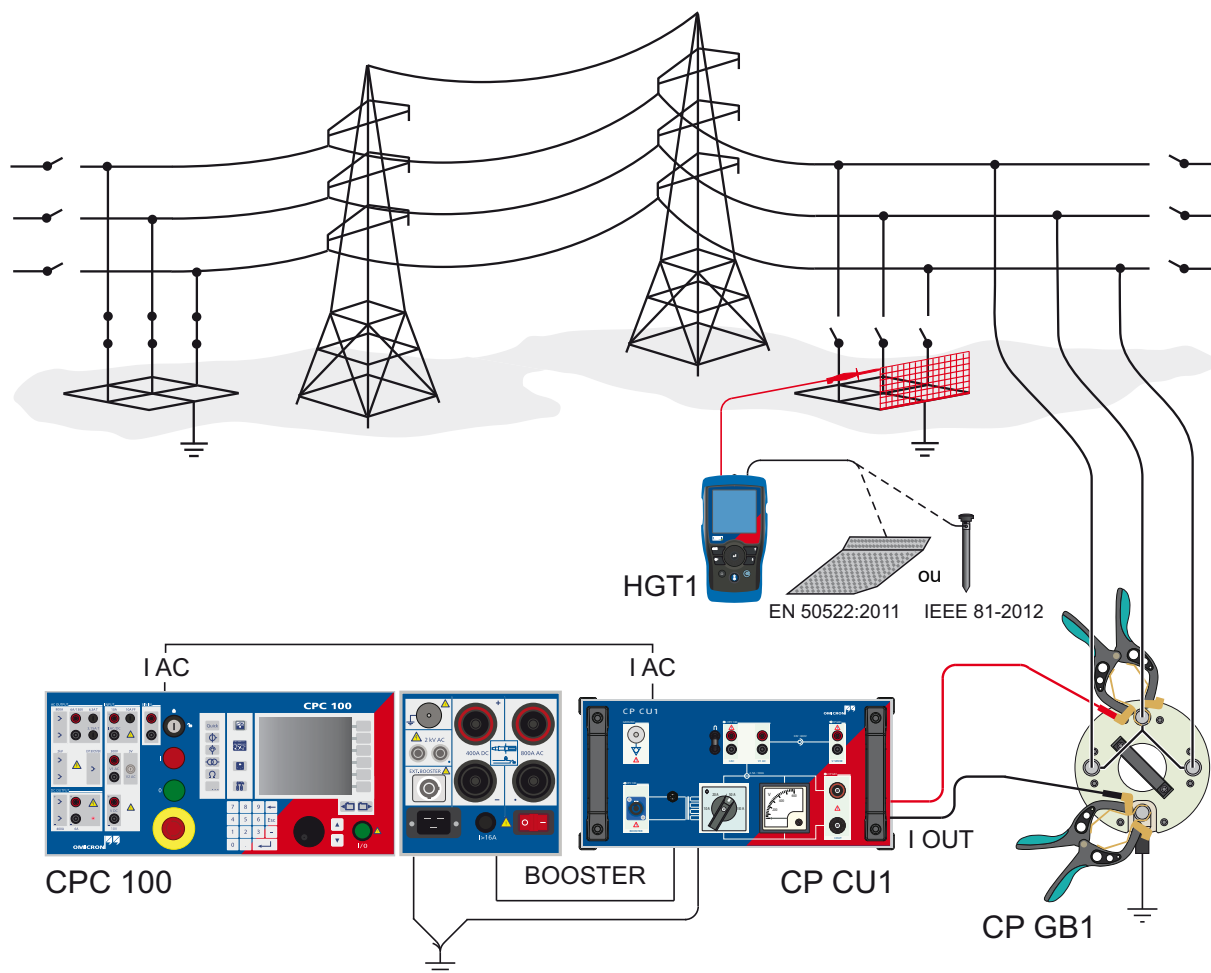

Figure 5-15: Montage de mesure des tensions de contact et de pas
2. Si le critère 3 est satisfait, réaliser le montage de mesure comme illustré à la figure 5-15 ci-dessous.